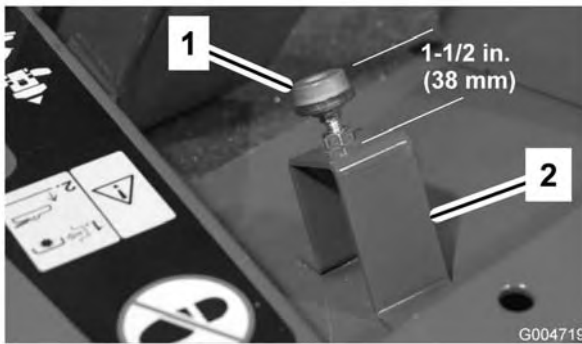

Bild 68
2. Prüfen Sie die Einstellung des Anschlages des Fahrpedals. Der Abstand zwischen der Oberseite des Ständers und der Oberseite des Anschlages muss 38 mm betragen (Bild 68).